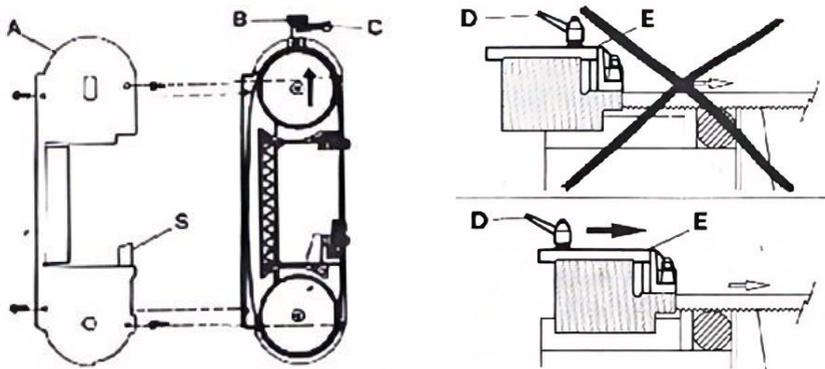

Fig.: 1 Fig.: 2
1. Réglage de la tension de la lame (Fig.1)